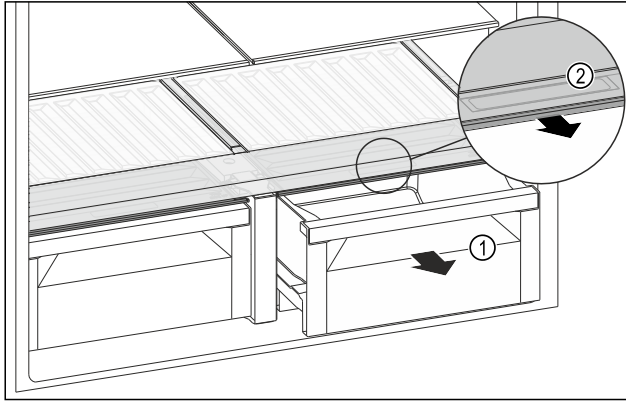

Fig. 142
- Schubfach Fig. 142 (1) herausziehen.
- Griffmulde Fig. 142 (2) am Fachdeckel anfassen und Fachdeckel gleichzeitig nach vorne ziehen.